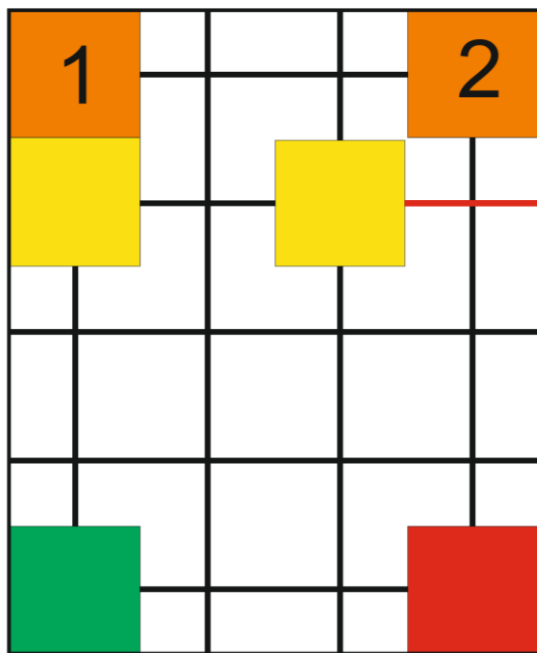

Рис. 31
10.3. Автономное движение на производстве, возрастная категория 15-17 лет. Баллы за количество попыток ставятся максимальные. Поле и ограничительные линии определены заранее (Рис. 31).